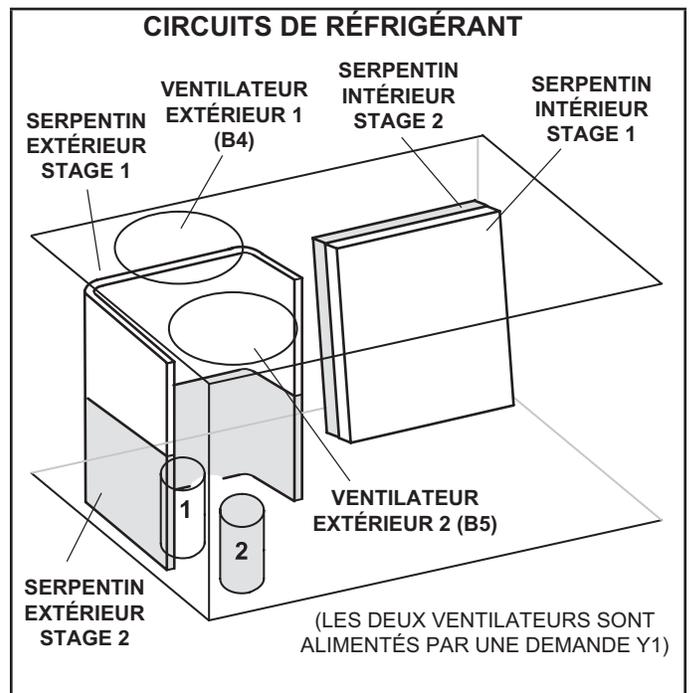

FIGURE 10
- 3 - Les unités contiennent deux circuits de réfrigérant ou stages. Reportez-vous à la FIGURE 10.